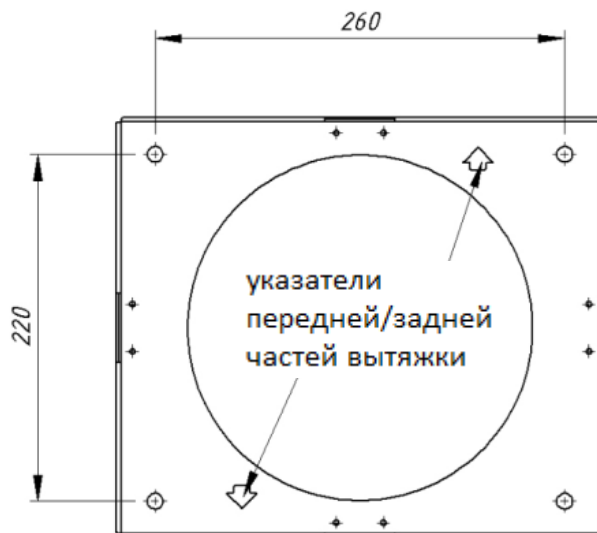

Рис. 2
1. Закрепите потолочную пластину на потолке в месте, где вы хотите установить вытяжку, с помощью входящих в комплект колышков. Стрелка, вырезанная в пластине, указывает на переднюю/заднюю часть вытяжки (рис. 2).